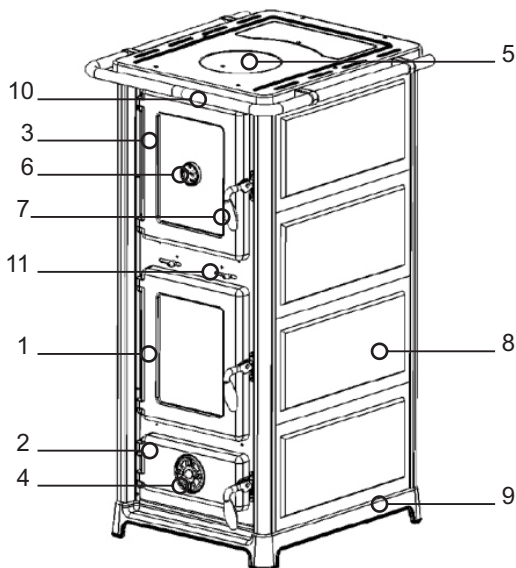

Рисунок 1
Верхняя поверхность - чугунная варочная поверхность(рисунок 1,позиция 5), с круглой вставной частью – конфоркой и крышкой пространства для чистки. Герметичность между варочной поверхностью и корпусом печи обеспечивает безасбестовый шнур.
Дверцы топочной камеры и духовки (рисунок 1,позиция 1,3) – чугунные и оснащены термостойким стеклом, дверца зольного ящика (рисунок 1,позиция 2) - чугунная с регулятором подачи первичного воздуха (воздушная заслонка, регулирующая интенсивность горения топлива) (рисунок 1,позиция 4).
Составные элементы печи (Рисунок 1):
- дверцу зольного ящика оставьте открытым до появления стабильного огня, после закрытия интенсивность горения регулируйте с помощью регулятора подачи воздуха (рисунок 1, позиция 3);
Регулятором первичного воздуха в печи Вы регулируете температуру, мощность и скорость сгорания топлива (Рисунок 1, позиция 8). Регулятор вторичного воздуха предназначен для ускорения процесса сгорания топлива, и чтобы стекло дверцы топочной камеры оставалось чистым. Комбинированием первичного воздуха находится на дверце зольного ящика и вторичного (задвигка находится над дверцей топочной камеры, (рисунок 1, позиция 7), достигается желаемая интенсивность горения.